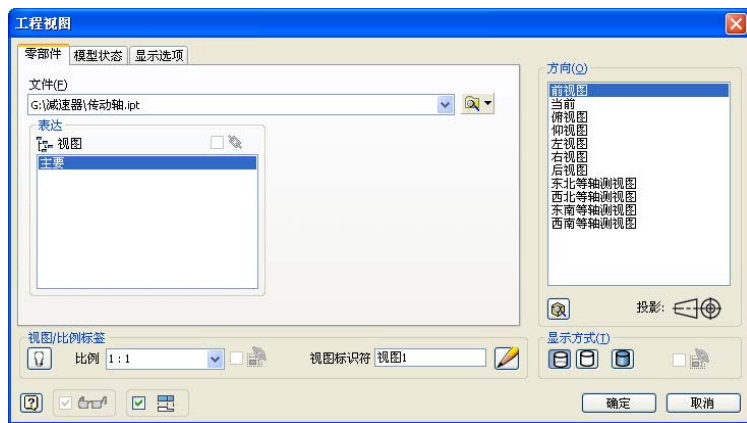
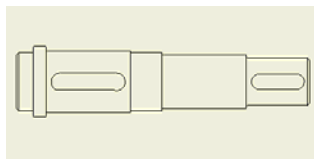

图 12-13 “工程视图”对话框
图 12-14 传动轴的主视图
① 创建传动轴零件的基础视图，也就是工程图中的主视图。选单击【放置视图】标签栏【创建】面板上的【基础视图】工具按钮，打开【工程视图】对话框，在【文件】选项中选择传动轴零件文件“传动轴.iprt”，在【方向】选项中选择【前视图】方向，工程图的其他设置如图12-13所示。单击【确定】按钮，出现传动轴主视图图样，如图12-14所示。